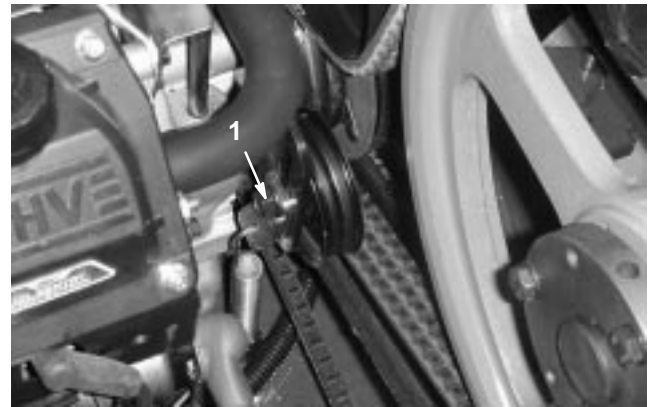

Bild 58
3. Lösen Sie die Pumpenriemenspannschraube so weit, dass sie im Einstellschlitz bewegt werden kann (Bild 58).